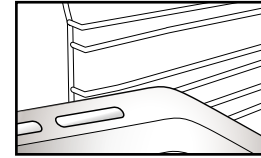

Fig. 2
2. Inne akcesoria, takie jak tacka do ociekania czy blacha do pieczenia są wsuwane w taki sam sposób jak ruszt (Rys. 2).